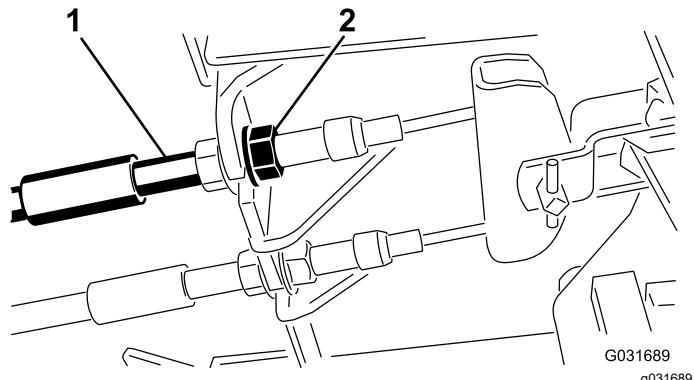

Figura 88
1. Para reducir la holgura de los pedales de freno, apriete los frenos aflojando la tuerca delantera del extremo roscado del cable de freno (Figura 88).